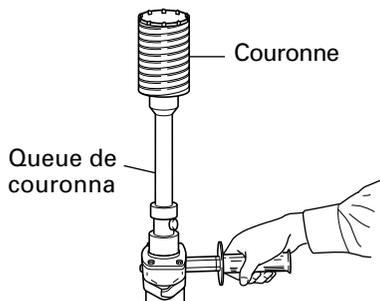

Fig. 16
3. Comment démonter la couronne (Fig. 16)